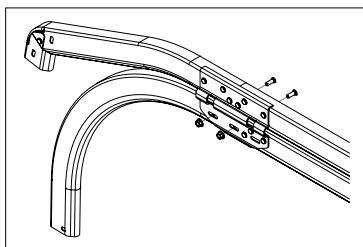

Fig. 12.1.
1) sammensæt de vandrette skinner til buen. Brug to M6×16 bolte og møtrikker med krave (fig.12.1)